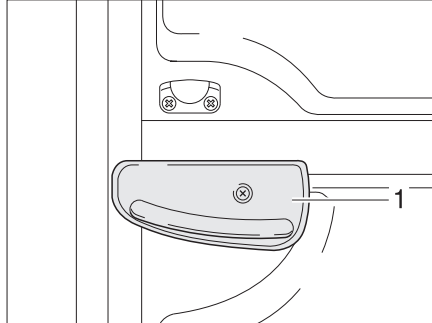

Fig. 24 Palanca de bloqueo en la parte inferior de la puerta
- Bloquear la parte inferior de la puerta. Para ello, girar la palanca de bloqueo (Fig. 24,1) un cuarto de vuelta en sentido de las agujas del reloj.